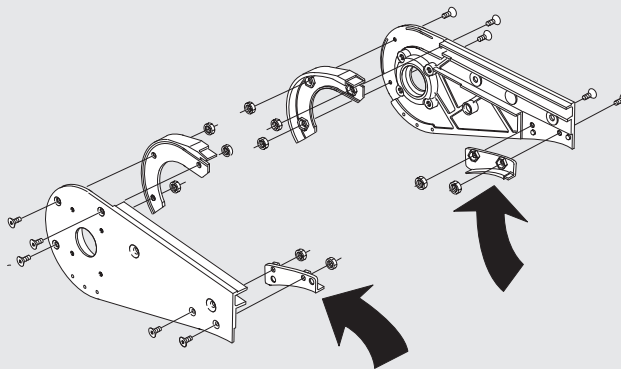

Figure 1. Guias de corrente substituíveis
- Guias soltas, substituíveis, em plástico (Fig. 1).